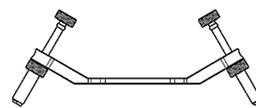

図1
1) 2.9ドリル&タップガイドにドリルガイド（内筒）を組み付けます。（図1）